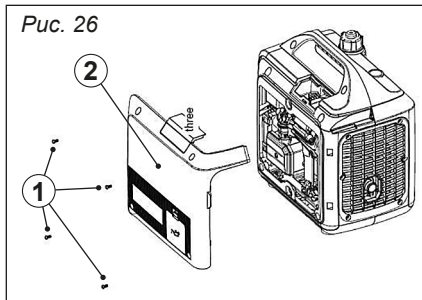

Рис. 26
1. Отвинтите винты (1), а затем снимите крышку (2), *рис. 26*.